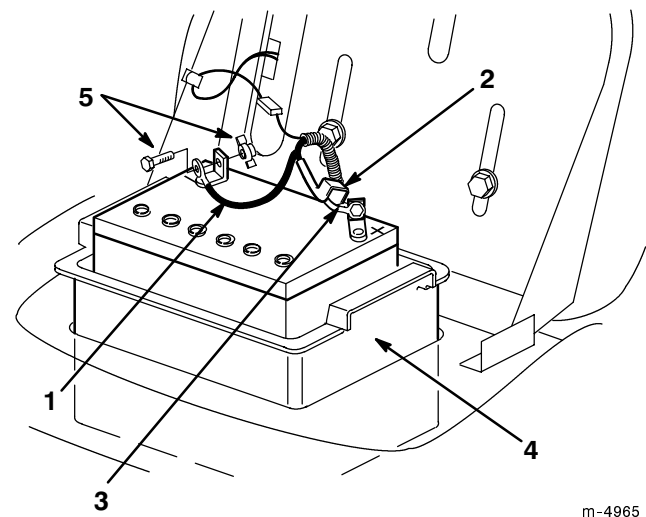

Figure 15
3. Débranchez le câble négatif (noir) de mise à la masse de la borne de la batterie (Fig. 15).
4. Repoussez le capuchon en caoutchouc sur le fil positif (rouge). Débranchez le fil positif (rouge) de la borne de la batterie (Fig. 15).
1. Placez le bac à batterie et la batterie dans le châssis (Fig. 15).
2. Connectez le fil positif (rouge) à la borne positive (+) de la batterie à l'aide du boulon et de l'écrou papillon (Fig. 15). Glissez le capuchon de caoutchouc sur la borne de la batterie.
3. Connectez le fil négatif (noir) à la borne négative (-) de la batterie à l'aide du boulon et de l'écrou papillon (Fig. 15).